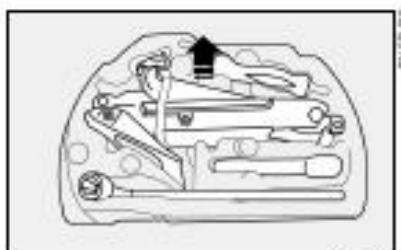
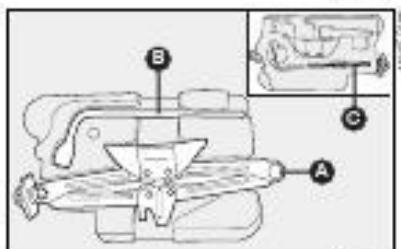

fig. 20
fig. 21
– Colocar o macaco no suporte das ferramentas **fig. 20** ou **fig. 21**, encaixando de modo a evitar vibrações, ou que se solte durante a marcha.